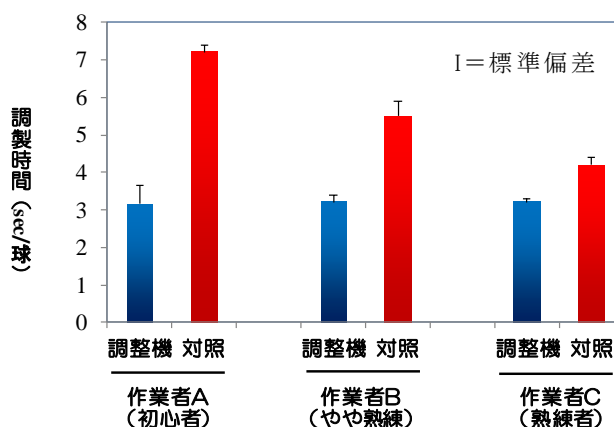

図 3 球根調製機による作業短縮効果
- 3) 本機の利用により, 25~56%の作業時間の短縮が可能です。特に, 作業に慣れていない初心者では, 手作業の半分以下に短縮できます(図 3)。